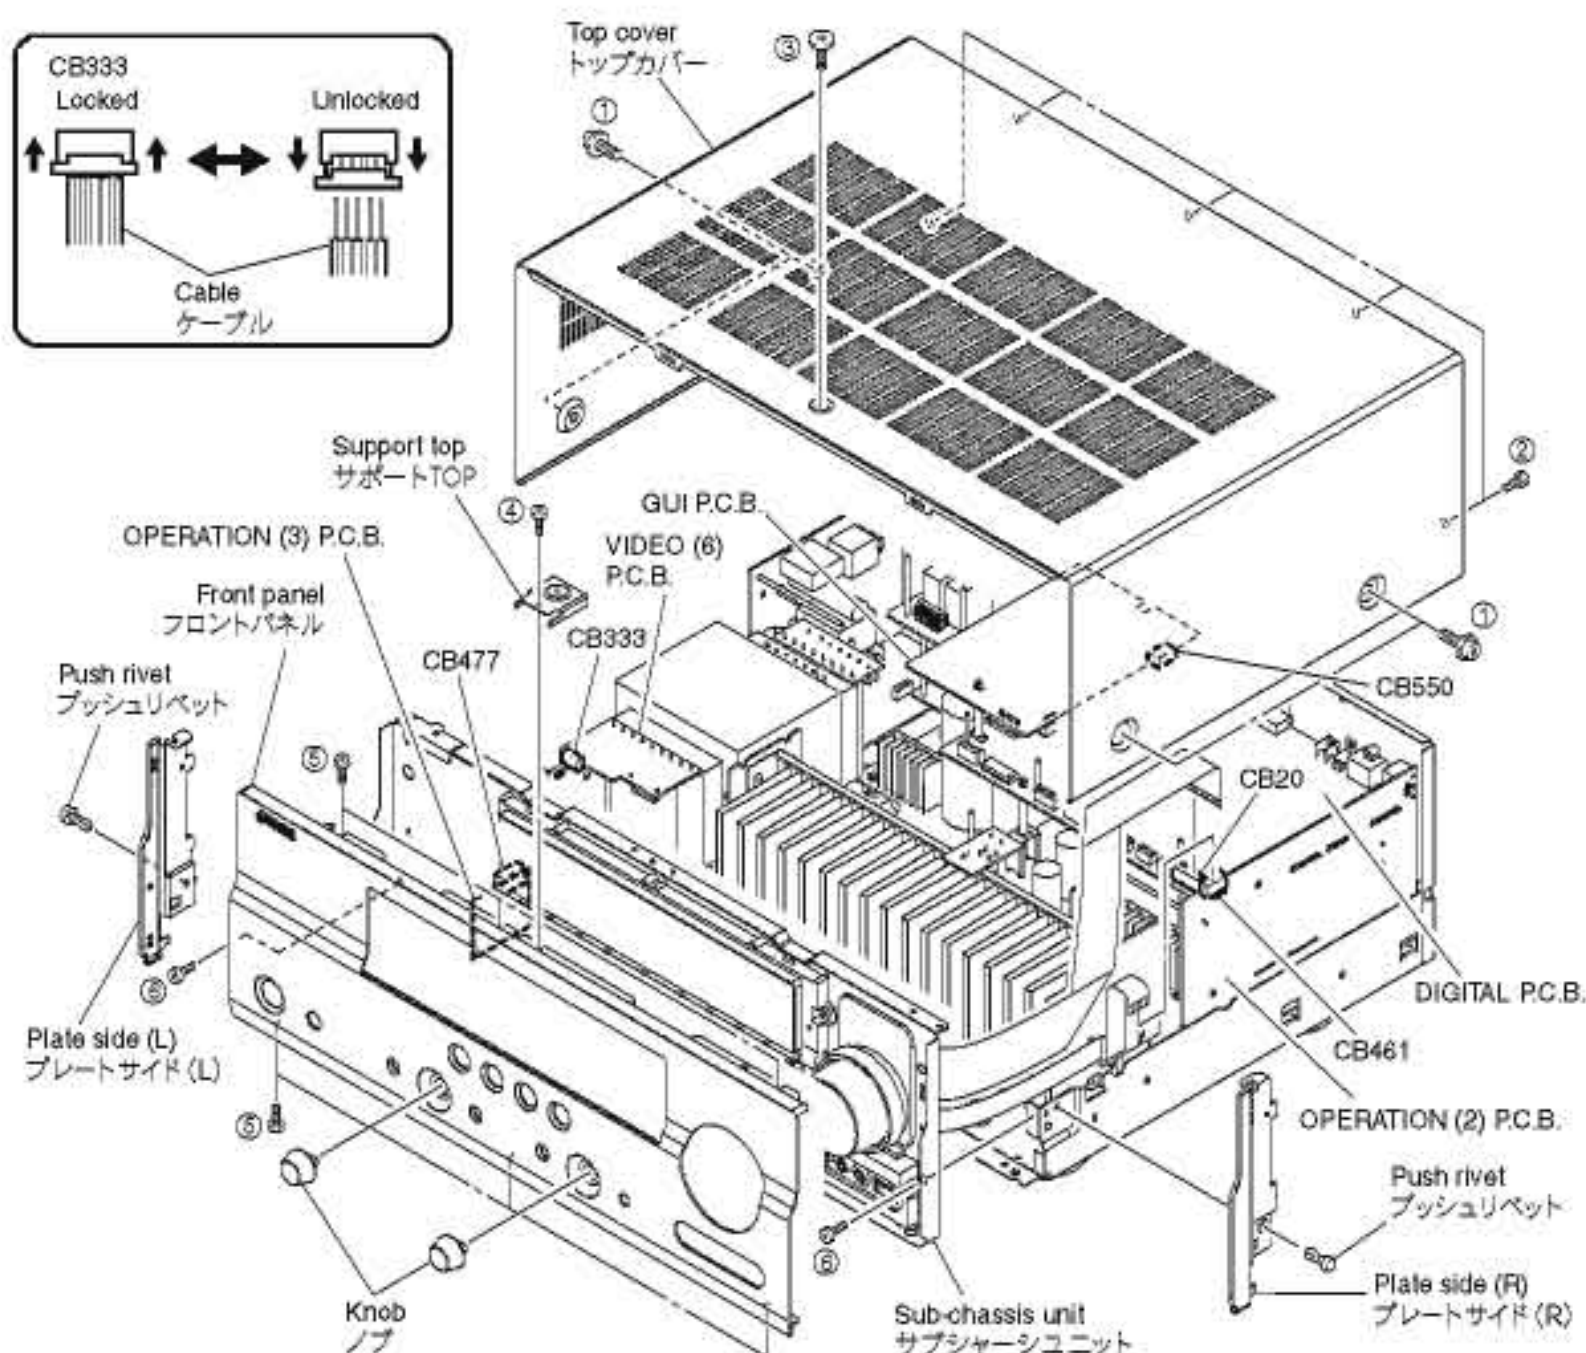

Fig. 1
- Remove 4 screws (①), 5 screws (②) and screw (③). (Fig. 1)
- Slide the top cover rearward to remove it. (Fig. 1)
- Remove screw (④) and then remove the support top. (Fig. 1)
- Remove 2 knobs. (Fig. 1)
- Remove 6 screws (⑤) and then remove the front panel. (Fig. 1)
- Remove 2 push rivets and then remove the plate side (L) and (R). (Fig. 1)
- Remove CB20, CB461, CB477 and CB550. (Fig. 1)
- Remove 2 screws (⑥) and then pull out the sub-chassis unit. (Fig. 1)
- Unlock and remove CB333. (Fig. 1)
- Remove the sub-chassis unit. (Fig. 1)
- ①のネジ4本、②のネジ5本、③のネジ1本を外します。(Fig. 1)
- トップカバーを後方へスライドさせ、取り外します。(Fig. 1)
- ④のネジ1本を外し、サポートトップを取り外します。(Fig. 1)
- ノブ2個を取り外します。(Fig. 1)
- ⑤のネジ6本を外し、フロントパネルを取り外します。(Fig. 1)
- プッシュリベット2個を外し、プレートサイド(L)、(R)を取り外します。(Fig. 1)
- CB20、CB461、CB477、CB550を外します。(Fig. 1)
- ⑥のネジ2本を外し、サブシャーシユニットを引き出します。(Fig. 1)
- ロックを外し、CB333を外します。(Fig. 1)
- サブシャーシユニットを取り外します。(Fig. 1)